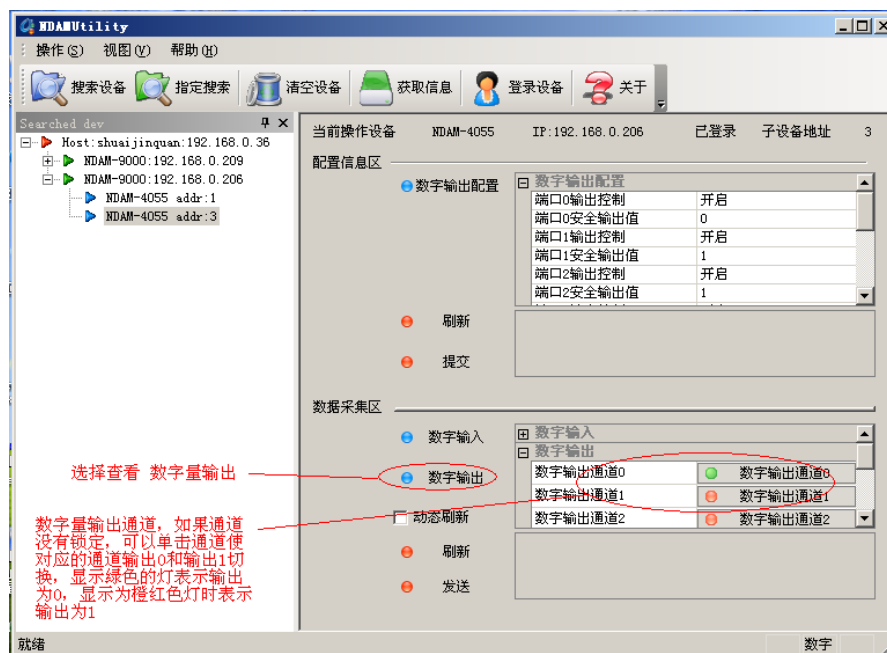

图 4.9 数字量输出
⑨ 选择数字量输出，在对应的通道单击鼠标可以使得的输出在 0 和 1 之间切换，当界面上显示为绿灯时表示数字量输出 0；当界面上显示为红灯时表示数字量输出 1；如图 4.9 所示。